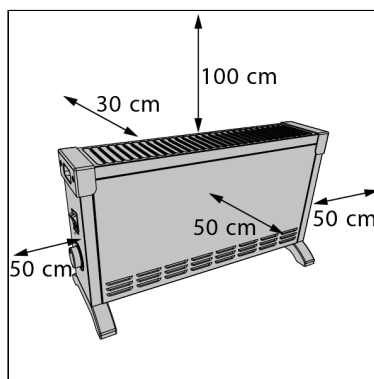

Figure 16.
5. Placez l'appareil en respectant un dégagement minimal de (Figure 16) :